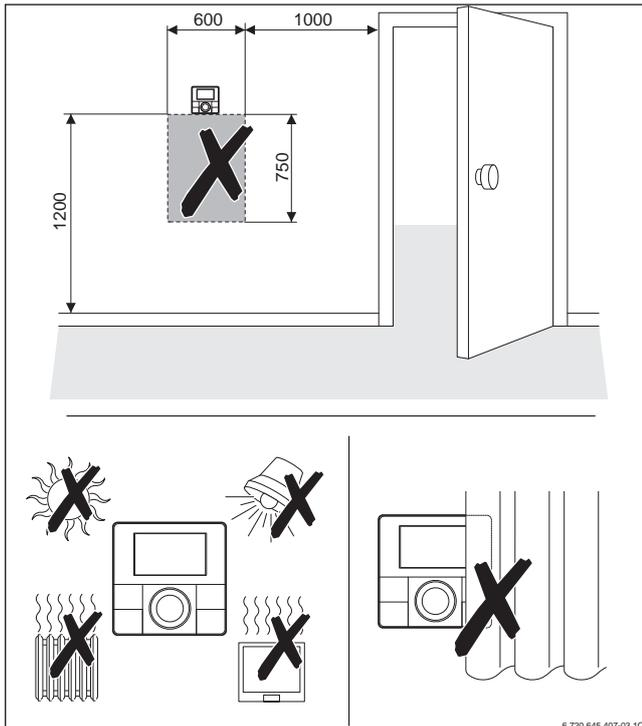

Bild 58 Position der Bedieneinheit RC... oder des externen Raumtemperaturfühlers im Referenzraum (Maße in mm)
- ▶ Bedieneinheiten für die raumtemperaturgeführte Regelung im Referenzraum installieren (→ Bild 58).